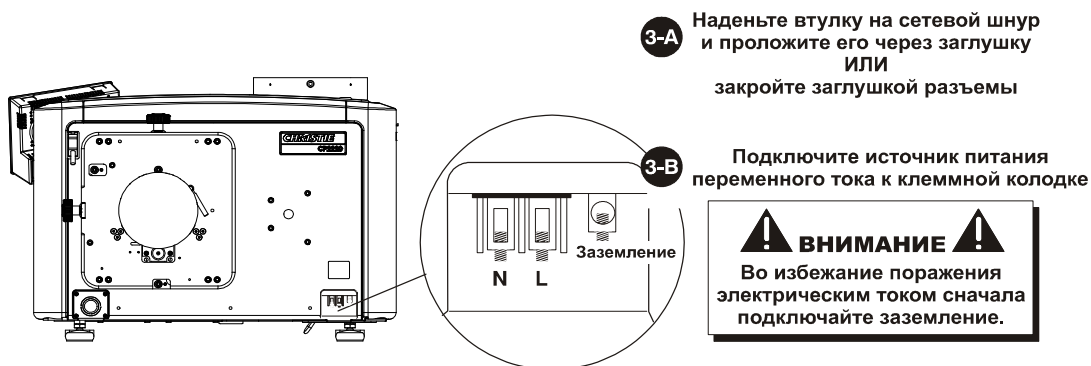

Рис. 2-11
4. Подключите провода питания к контактной колодке, начиная с заземляющего провода. Схема проводки показана на Рис. 2-11. Установите эластичные втулки соответствующего размера, чтобы обеспечить надлежащую герметичность и предотвратить перетирание изоляции и разрыв кабелей питания. **ПРИМЕЧАНИЯ.** 1) К колодке можно подключить кабель поперечным сечением до 8 AWG. 2) Для прокладки шнура питания вниз можно использовать угловые эластичные втулки.
4. Подключите провода питания к контактной колодке, начиная с заземляющего провода. Схема проводки показана на **Рис. 2-11**. Надежно затяните винты.